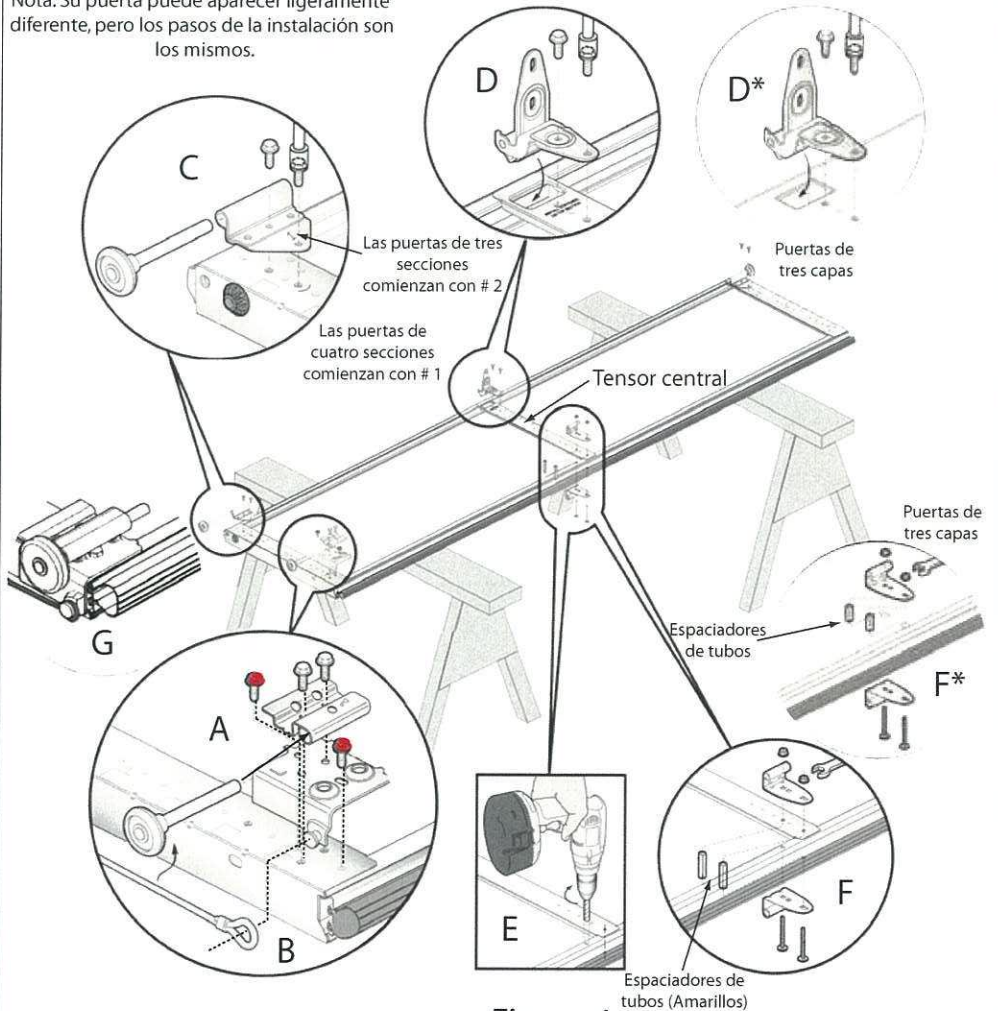

Figura 4
Localice el ensamble del soporte inferior de seguridad (Figura 2). Separe las cuatro partes (Figura 3). Coloque la sección inferior boca abajo sobre un par de caballetes sólidos y acolchados (Figura 4). Fije la base del soporte inferior izquierdo a la parte inferior del montante del extremo izquierdo (Figura 4A), alineando con los agujeros # 20 y # 23 (# 15 y # 18 en puertas de triple capa). Asegure la base con (2) tornillos universal ROJOS de 1/4" x 5/8. Alinee el transportador de rodillos del soporte inferior con los agujeros correspondientes en la base y fije con (2) tornillos universales de 1/4" x 5/8".